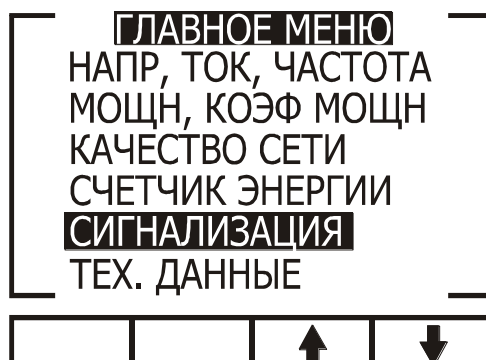

Рис. 37
2. Нажмите Enter. На дисплее появится экран выбора режима сигнализации (**рис. 37**):